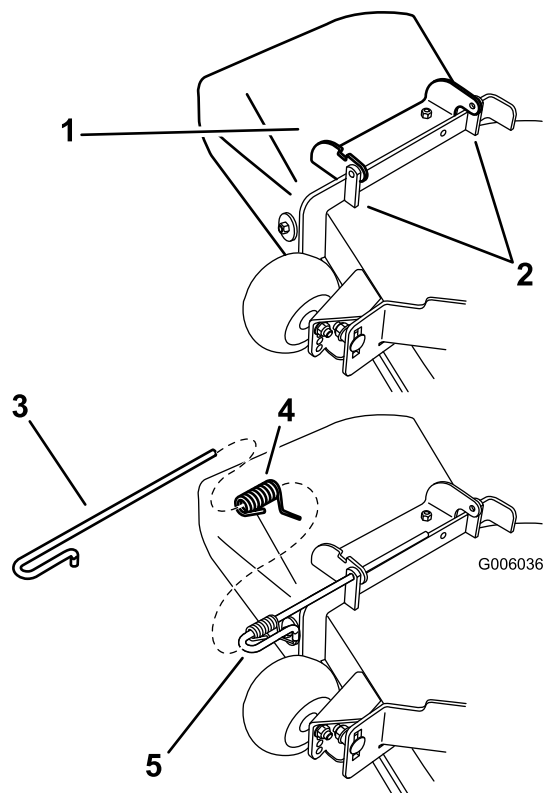

Figure 71
1. Désengagez le ressort du cran dans le support de déflecteur et sortez la tige des supports soudés du tablier, du ressort et de du déflecteur d'éjection (Figure 71). Enlevez le déflecteur s'il est endommagé ou usé.
- Positionnez le nouveau déflecteur d'éjection en plaçant les extrémités du support entre les supports soudés du tablier, comme illustré à la Figure 71.